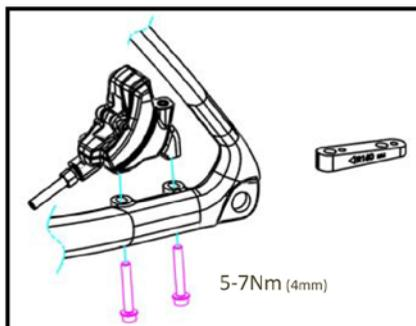

Figura D-2 Allineare la pinza posteriore con i fori di montaggio del telaio.
- Fissare la pinza alla forcella o al telaio con due bulloni di montaggio, ma non serrarli completamente a questo punto del montaggio. (**Figura D-2**)